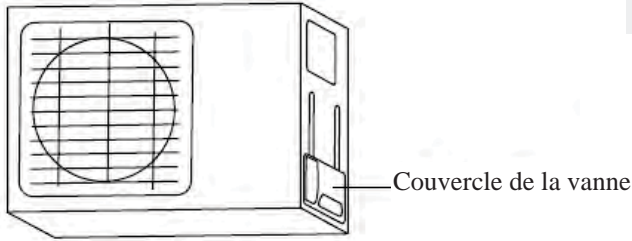

Fig. 5.9
1. Dévisser le couvercle des vannes intégrées sur le côté de l'unité extérieure. (Voir **Fig. 5.9**)